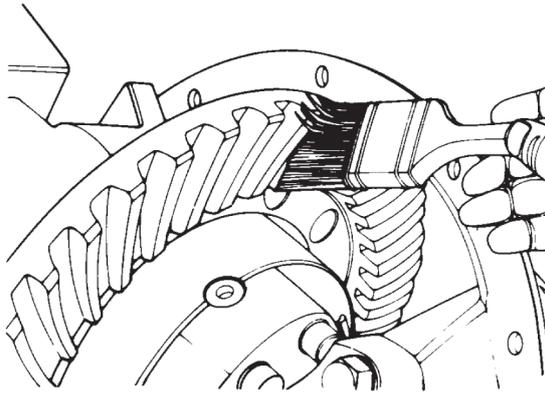

Figura 114
- Aplique óxido de ferro amarelo (diluído em óleo fino) em alguns dentes da coroa, (Figura 114);